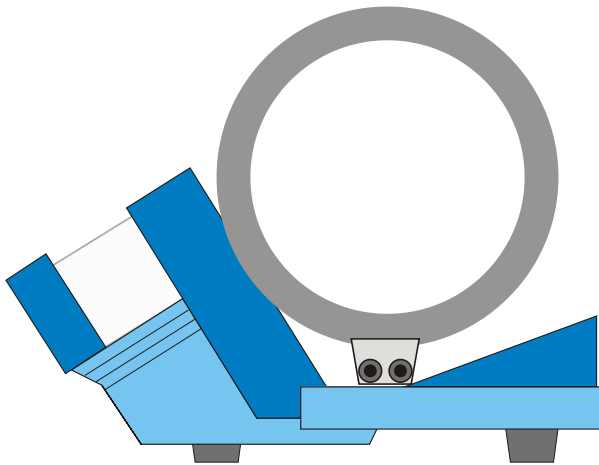

Fig. 1 Montage des bobines pour un champ transversal
- En cas de géométrie Helmholtz  $d = r$ , le bord extérieur du pied de la bobine s'aligne avec les lignes précipitées (voir fig. 1).